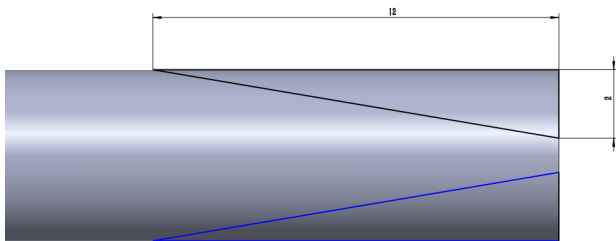

图 14-14 绘制草图对象
(1) 单击【草图绘制】按钮, 选取右视基准面为草图绘制基准面, 单击【直线】按钮, 绘制相应的草图对象, 如图 14-14 所示。